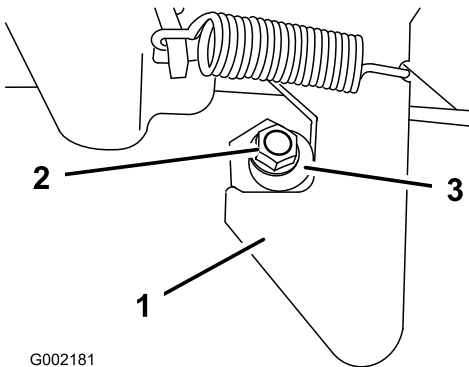

Figura 20
1. Allentate il dado sull'estremità della colonnetta di ancoraggio (Figura 20).
2. Girate la colonnetta di ancoraggio in senso orario finché non si trova saldamente contro il dispositivo di chiusura, quindi serrate il dado (Figura 20).